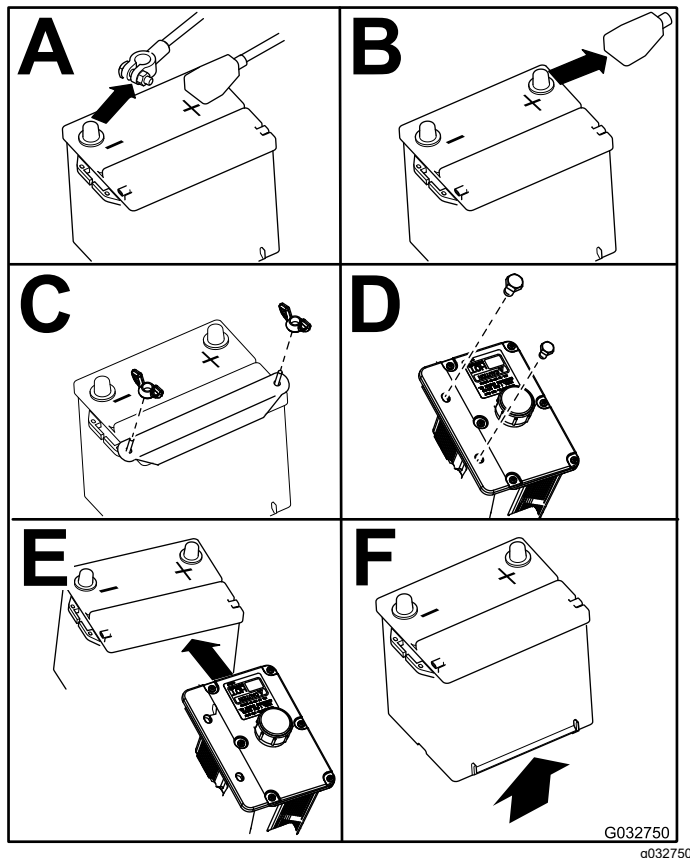

Figura 68
3. Remova a bateria como se mostra na Figura 68.